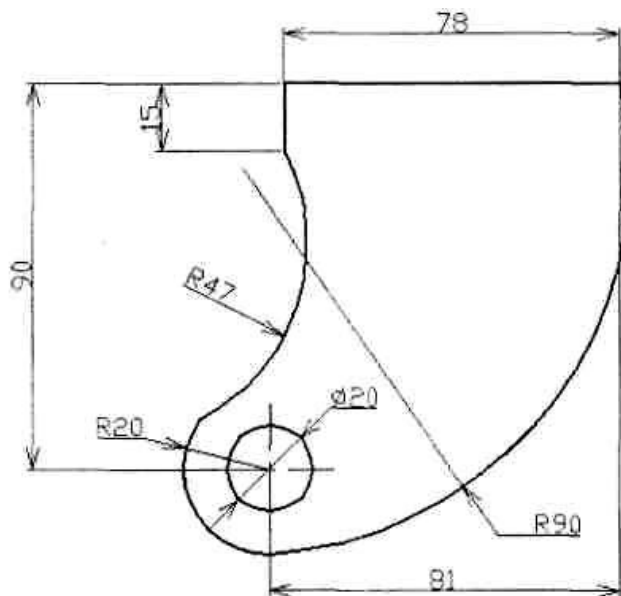

Рисунок 3.5 – Практическое задание 3.4
2. Постройте объект, изображенный на рисунок 3.5, без размерных линий и размеров.